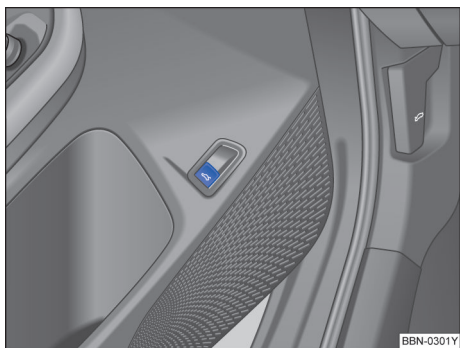

图 56 在驾驶员侧车门内：行李厢盖的开锁按钮
向上拉驾驶员侧车门内的按钮  → 图 56。行李厢盖自动打开。
- 或：：向上拉驾驶员车门内的按钮 →图 56。即使点火开关关闭时，按钮也能起作用。